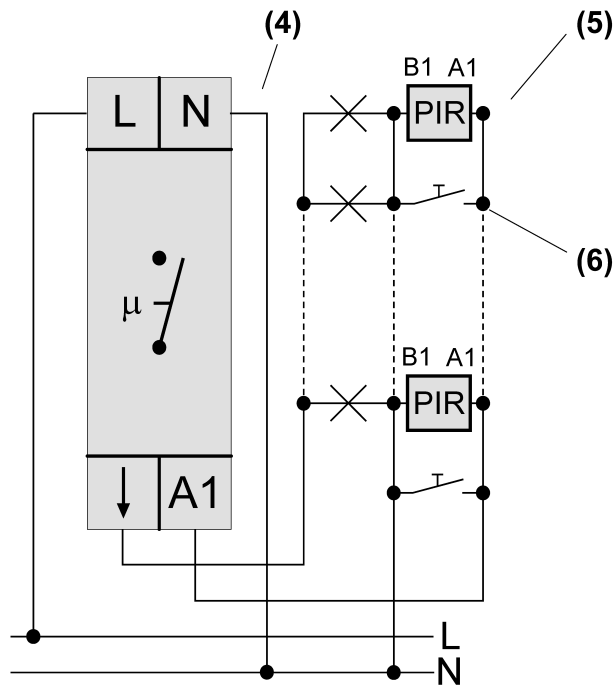
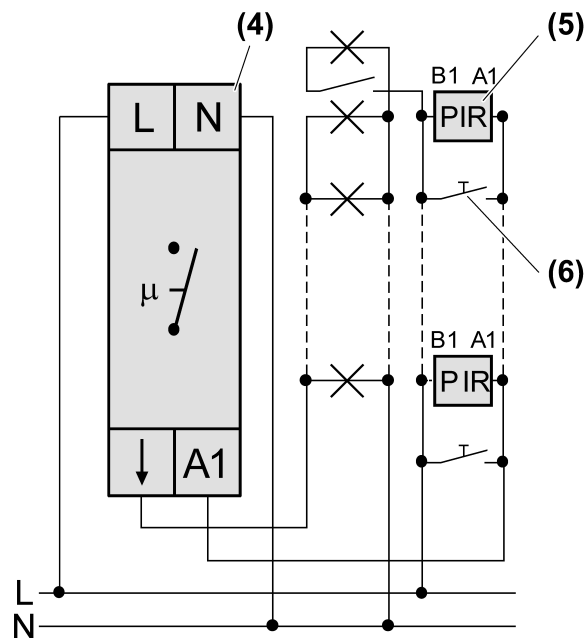
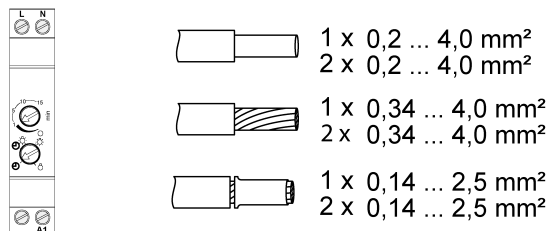
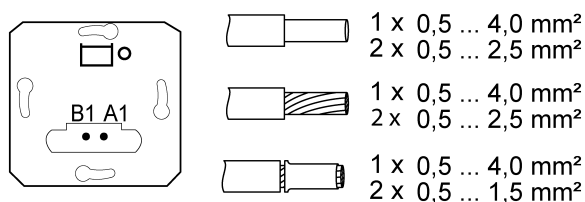

рисунок 2: Схема подключения 3-проводной линии
рисунок 3: Схема подключения 4-проводной линии
рисунок 4: Сечение провода автомата REG под клемму
рисунок 5: Сечение провода импульсной вставки под клемму
Автомат REG можно использовать для 3-проводной линии (рис. 2) или для 4-проводной линии (рис. 3). Преимущество 4-проводной линии заключается в возможности отдельного подключения дополнительного светильника.
- Необходимо соблюдать сечения проводов автомата REG (рисунок 4) и импульсной вставки (рисунок 5) под клемму.
- Смонтировать автомат REG (4) на DIN-рейку.
- Подключить автомат REG (4), импульсную вставку (5) и кнопочный выключатель (6) согласно схеме подключения (рис. 2 или рис. 3).